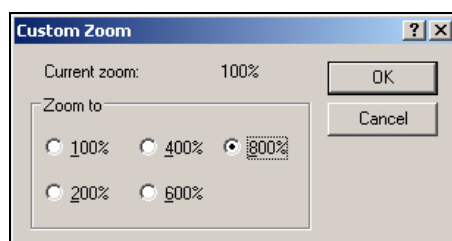

Рисунок 5-58: Масштаб пользователя
- 2 Выберите опцию “*View > Zoom > Custom*” (просмотр в масштабе пользователя). Появится диалоговое окно “*Custom Zoom*” (масштаб пользователя) (смотрите Рисунок 5-58).